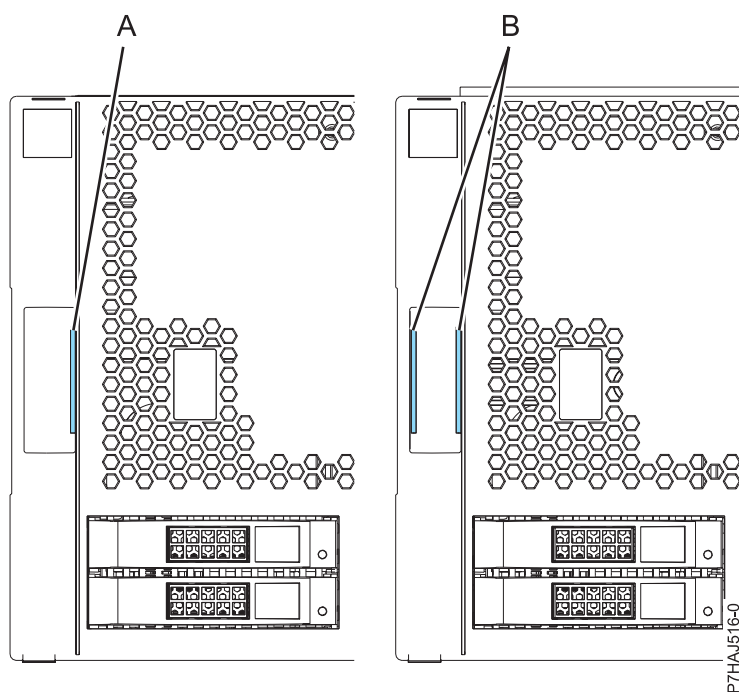

Figura 9. Identificación de las cubiertas antiguas y nuevas
**Nota:** Las cubiertas antiguas que se distribuyeron antes del 1 de marzo de 2011 se pueden identificar por una única banda azul (A) en los pestillos de las cubiertas. Las nuevas cubiertas distribuidas después del 1 de marzo de 2011 tienen dos rayas azules (B) en los pestillos de las cubiertas. Consulte Figura 9 en la página 18.